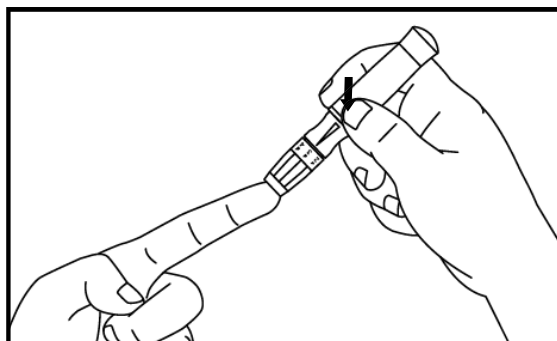

Abb. 28
Schritt 8: Halten Sie die Stechhilfe so gegen die Seite des zu punktierenden Fingers, dass die Abdeckung auf dem Finger aufliegt. Drücken Sie die Auslösetaste, um in die Fingerspitze zu stechen. Beim Aktivieren der Stechhilfe sollte ein Klicken zu hören sein. Massieren Sie den Finger vorsichtig von der Fingerbasis bis zur Fingerspitze, um das erforderliche Blutvolumen zu gewinnen. (Siehe Abb. 28)